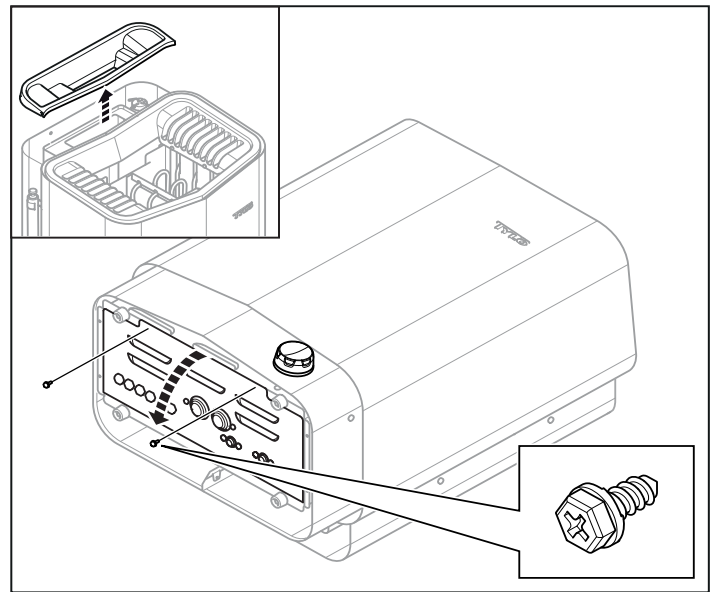

Fig. 10 : Ouverture/fermeture du volet
2. Retirer le couvercle du réservoir d'eau et coucher le poêle avec la face avant tournée vers le haut (voir la Fig. 10).
3. Desserrer les vis et ouvrir le couvercle (voir Fig. 10).
8. Fermer le volet et serrer les vis (voir Fig. 10).